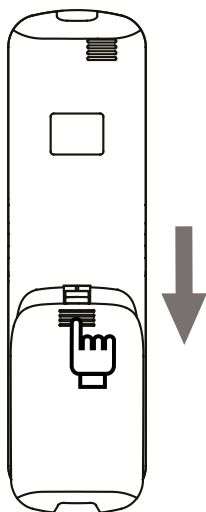

fig. 6
1) Far scorrere per spostare il coperchio della batteria sul retro del telecomando nella direzione indicata dalla freccia (vedi "fig. 6");